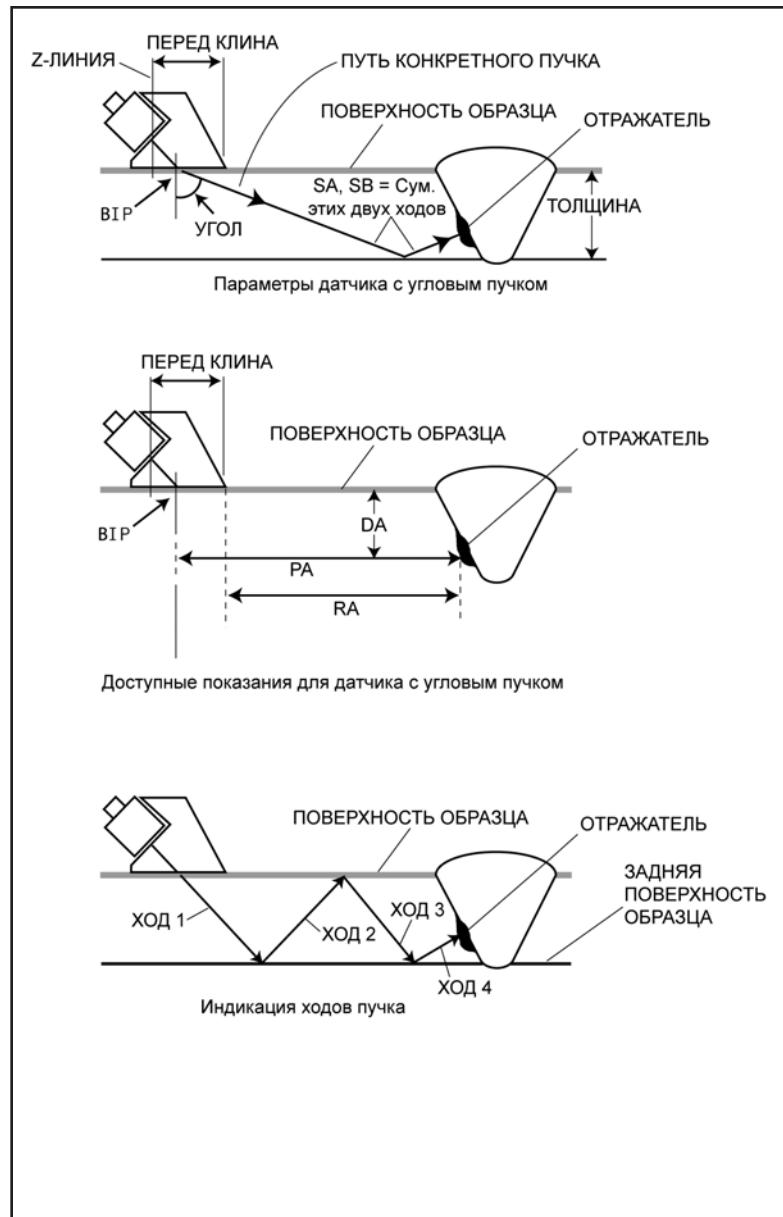

РИСУНОК 3-3—Различные результаты измерений, доступные при использовании клина датчика.
- PA^—Проекционное расстояние от индексной точки пучка (BIP) до отражателя, представленного самым высоким эхом в А-стробе (в пучке, выбранном при помощи движка пучка). (см. Рисунок 3-3)
- PA—Проекционное расстояние от индексной точки пучка (BIP) до отражателя, представленного крыловым эхом в А-стробе (в пучке, выбранном при помощи движка пучка). (см. Рисунок 3-3)
- DA^—Откорректированная глубина по толщине материала от поверхности образца (контактирующей с датчиком) до отражателя, представленного самым высоким эхом в стробе А (в пучке, выбранном при помощи движка пучка). (см. Рисунок 3-3)
- DA—Откорректированная глубина по толщине материала от поверхности образца (контактирующей с датчиком) до отражателя, представленного первым эхом в стробе А (в пучке, выбранном при помощи движка пучка). (см. Рисунок 3-3)
- PB/—Проекционное расстояние от индексной точки пучка (BIP) до отражателя, представленного крыловым эхом в В-стробе (в пучке, выбранном при помощи движка пучка). (см. Рисунок 3-3)
- DB/—Откорректированная глубина по толщине материала от поверхности образца (контактирующей с датчиком) до отражателя, представленного крыловым эхом в стробе В (в пучке, выбранном при помощи движка пучка). (см. Рисунок 3-3)